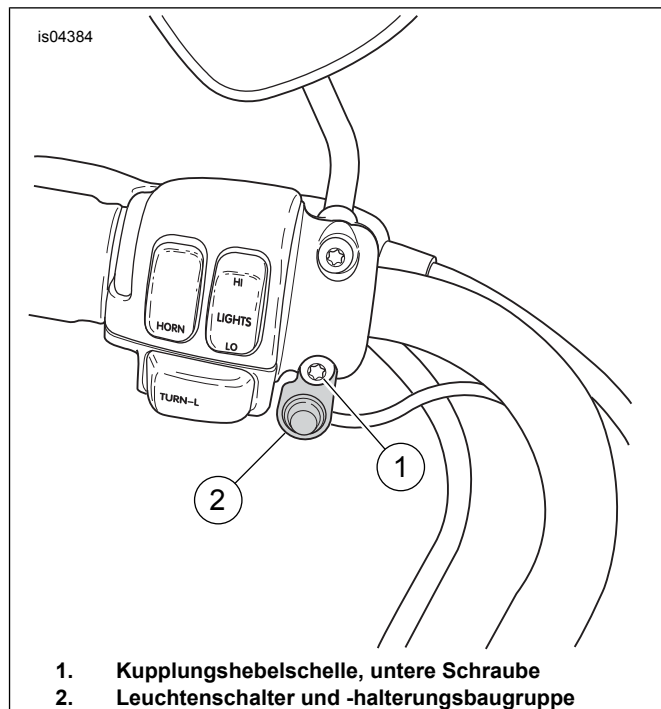

Abbildung 6. Leuchtschalter an Kupplungshebelschelle anbringen
15. Siehe Abbildung 6. Die untere Schraube (1) und Unterlegscheibe von der Kupplungshebelschelle entfernen und den Leuchtschalter und die Halterungsbaugruppe (2) anbringen. Schraube und Unterlegscheibe aufsetzen und auf folgendes Drehmoment anziehen: 7–9 N·m (60–80 in-lbs).